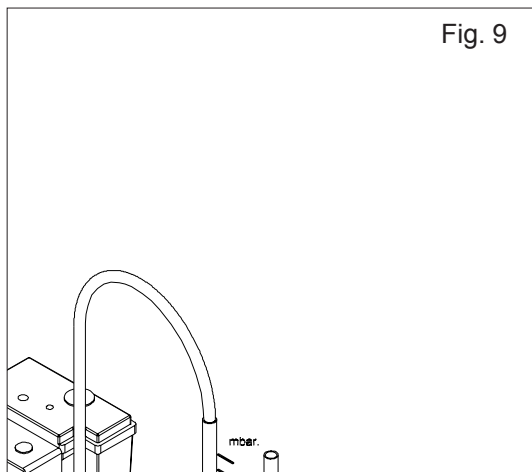

Fig. 9
- Acceder al quemador y con una llave adecuada desenroscar el inyector 1 que hay que cambiar (Fig. 9).